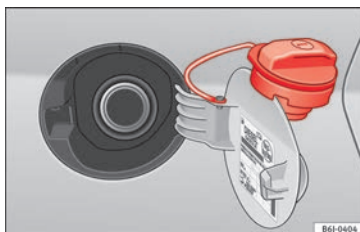

Fig. 51 Tapa del depósito con el tapón encajado.
- Sujételo en la parte superior de la tapa del depósito » fig. 51.